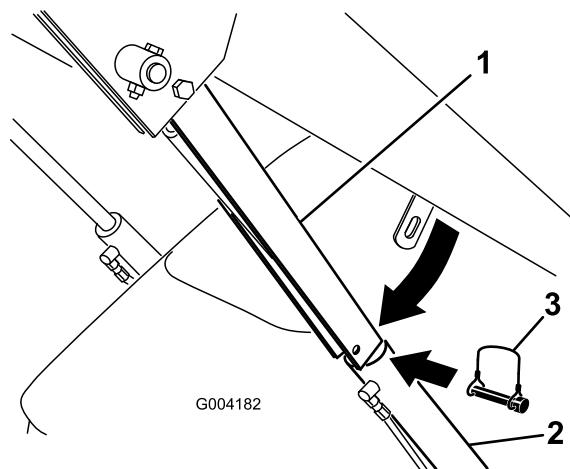

Figura 19
4. Retire la pasador de seguridad que fija el bloqueo del cilindro al brazo de carga (Figura 19).
4. Baje el bloqueo del cilindro sobre la barra del cilindro y fíjelo con el pasador de seguridad (Figura 19).